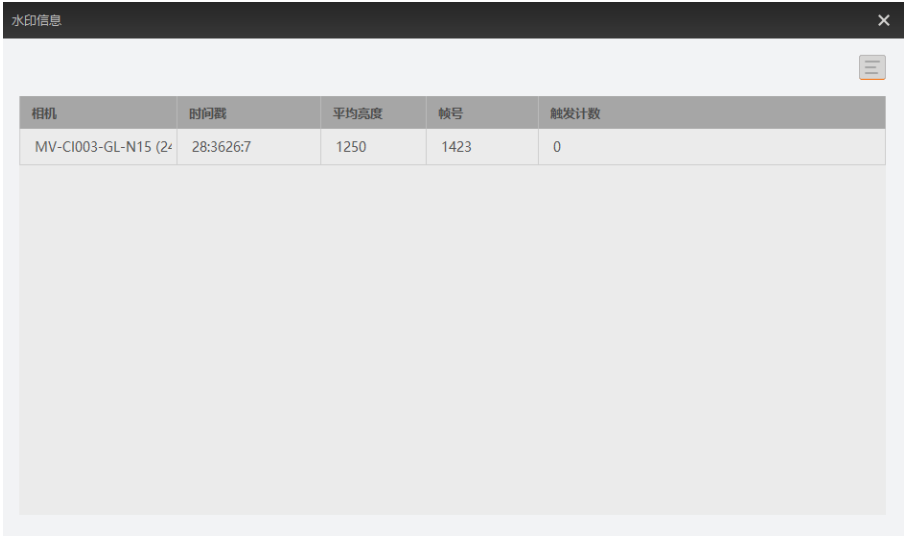

图8-4 水印工具
4. 可通过 MVS 客户端快捷工具条中的水印工具  查看相关信息，且只在相机开始预览之后才会显示具体数值，如 图8-4 所示。